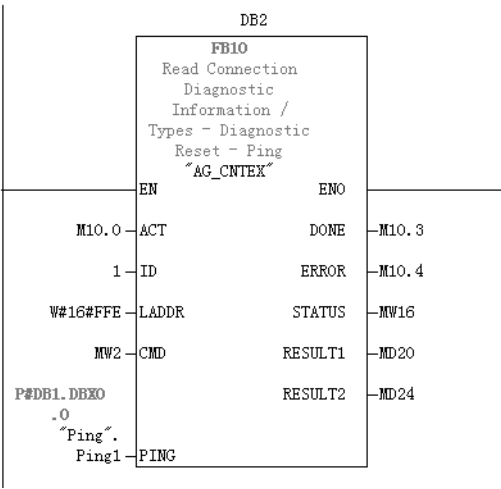

图 12-66 客户端梯形图
- 3) 客户端是 S7-400 PLC，客户端的程序如图 12-66 所示。